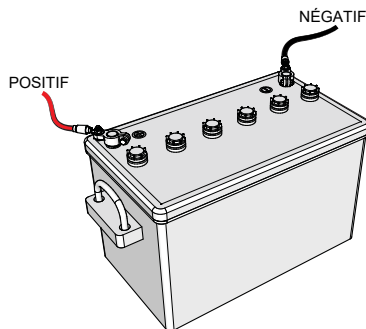

Figure 14. Batterie
**TOUJOURS** s'assurer que les câbles de batterie (Figure 14) sont correctement connectés aux bornes de la batterie comme indiqué ci-dessous. Le câble **ROUGE** est relié à la borne positive de la batterie, et le câble **NOIR** est relié à la borne négative de la batterie.